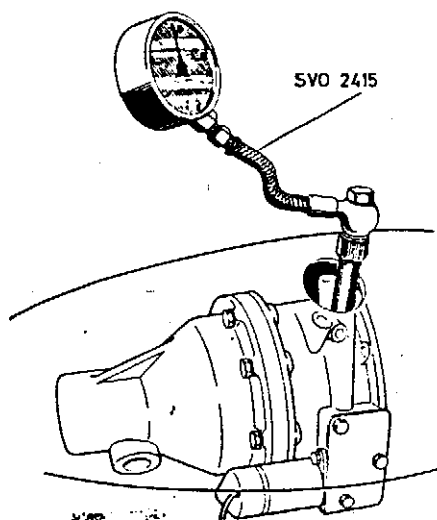

Abb. 8 Kontrolle des Öldruckes
2. Schraube über dem Manöverventil abnehmen und Ölmanometer SVO 2415 anschließen, siehe Abb. 8. Zur Beachtung! Feder (49), Zapfen (52) und Kugel (53) sollen liegen bleiben.